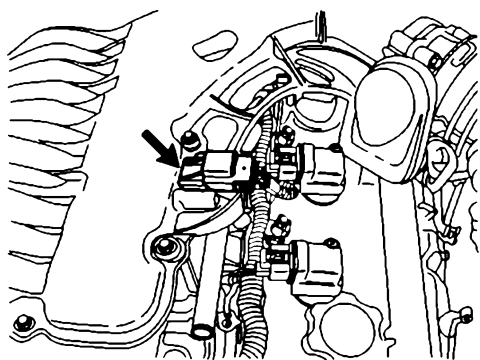

图 16-34 连接进气歧管绝对压力传感器插接器
- 25) 如图 16-34 所示, 重新连接进气歧管绝对压力传感器插接器。